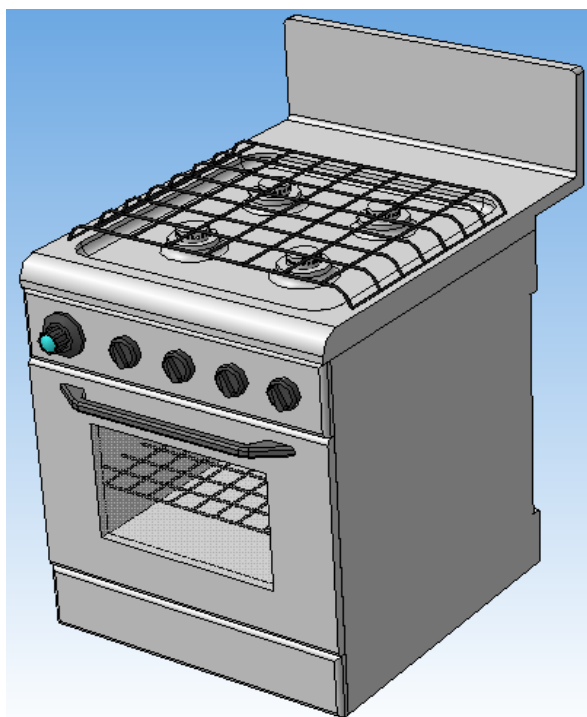

Рисунок 5 – Объект моделирования «Газовая плита»
5. «Газовая плита» (Рисунок 5)